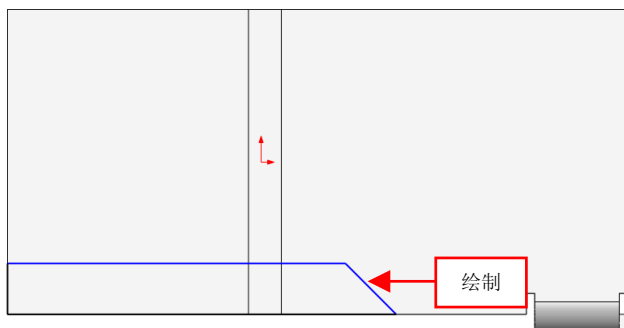

图 13-17 绘制相应的草图
(3) 在【特征】选项卡中，单击【拉伸切除】按钮, 弹出【拉伸】属性管理器，选择模型的上表面，进入草图绘制环境，绘制相应的草图，如图 13-17 所示。